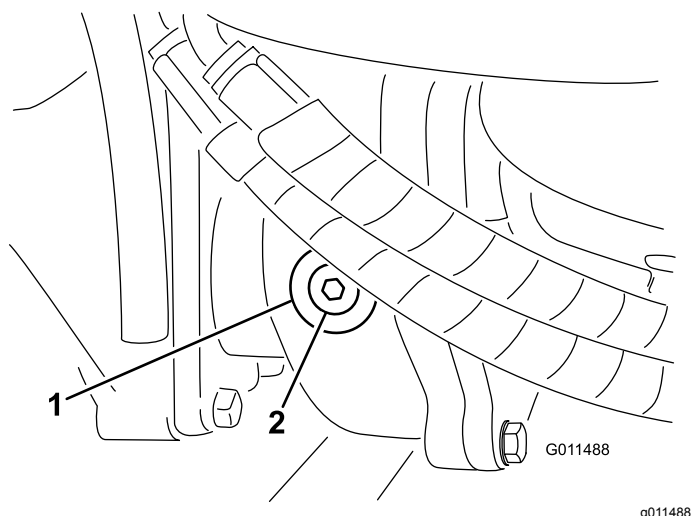

Figura 17
2. Togliete il tappo di controllo/riempimento dal lato sinistro del riduttore (Figura 17) e verificate che il lubrificante raggiunga la base del foro. Se il livello è basso, rabboccate con lubrificante fino a portarlo alla base del foro.